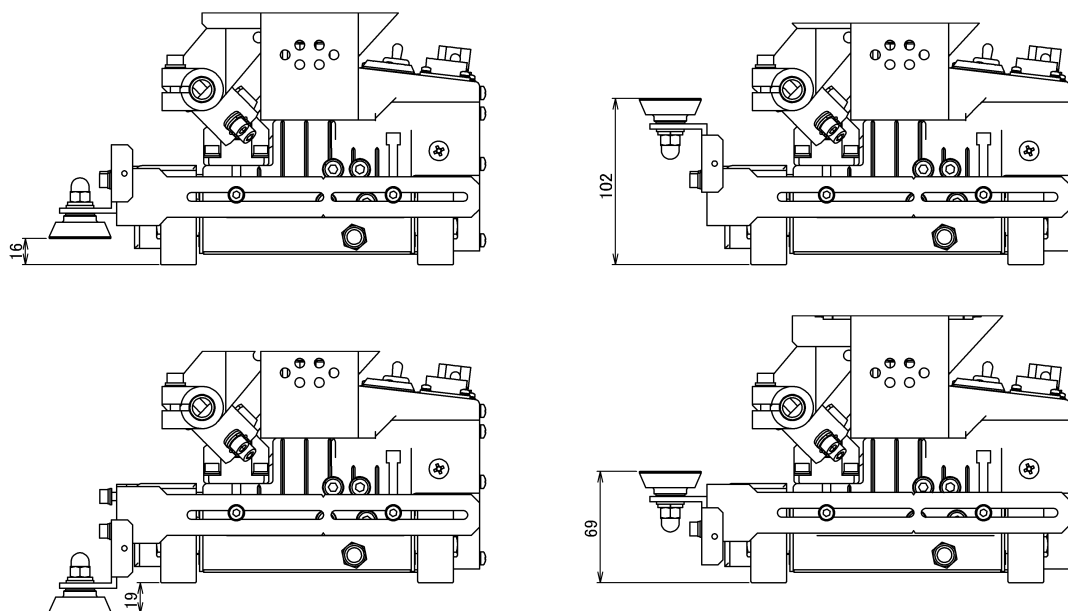

図3. ガイドローラー高さ
9. 台車停止中にリミットスイッチを押すことで、台車が定速で移動し位置合わせが容易になります。詳しくは 5.1 各部の名称の"④リミットスイッチ"をご参照ください。
11. ガイドローラーの高さを広範囲で変更できます。(5.1 各部の名称の図3をご参照ください)